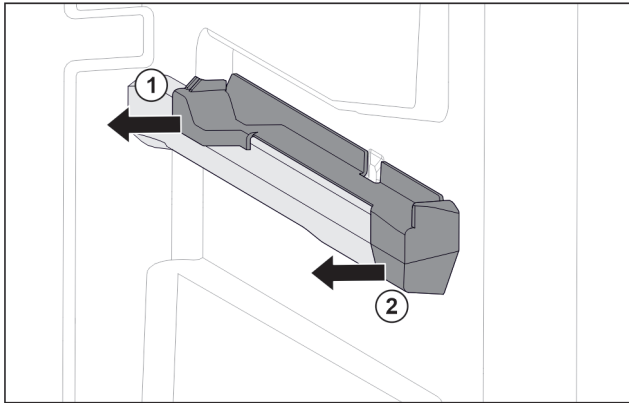

Fig. 77 Pieza de acoplamiento en la nervadura para recipientes derechos
- ▶ Retire la pieza de acoplamiento por detrás lateralmente. Fig. 77 (1)
- ▶ Retire la pieza de acoplamiento por delante lateralmente. Fig. 77 (2)